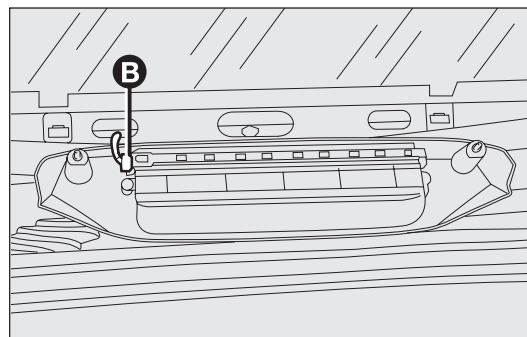

fig. 159
- scollegare il connettore B-fig. 159 e asportare il gruppo ottico;